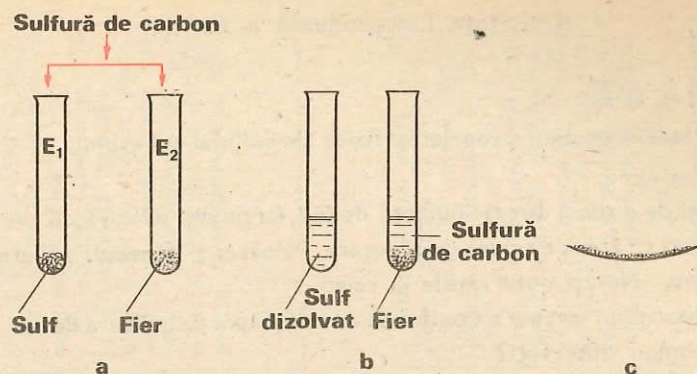

Fig. 1.15. Cercetarea solubilității sulfului și fierului în sulfură de carbon
- Într-o eprubetă, E₁, puneți sulf (un vîrf de spatulă). Separat, în altă eprubetă, E₂, puneți o cantitate redusă de pilitură de fier. Turnați în fiecare eprubetă, sulfură de carbon (fig. 1.15, a).
Comparați comportarea sulfului și a fierului față de sulfura de carbon (vezi fig. 1.15., b).
b. Turnați conținutul eprubetei E₁ pe o sticlă de ceas și urmăriți ce se obține după evaporarea sulfurii de carbon (fig. 1.15, c).